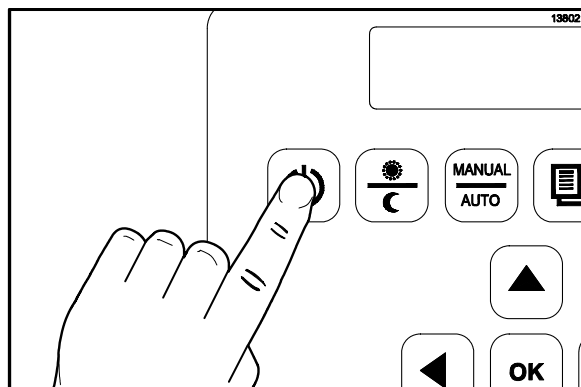

图 23
2. 按键 3 到 5 秒钟以加热煎炉。控制器屏幕上将显示“AM TOO COOL”和“AM FOLDED EGGS – FLAT”。（请见图 23）